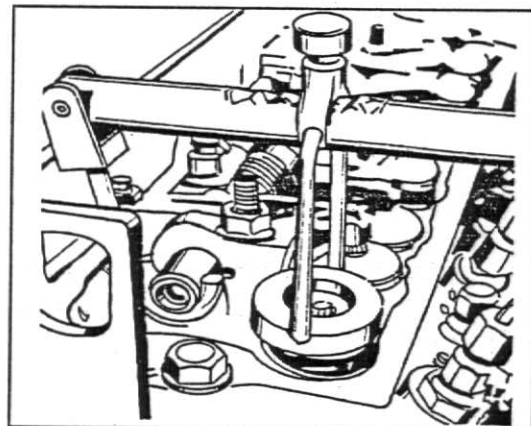

Fig. 17
2. Afrouxe o parafuso de regulagem do balancim da válvula. Desloque o balancim, permitindo o acesso da ferramenta nº 81 30 002 e comprima as molas, fig. 17.